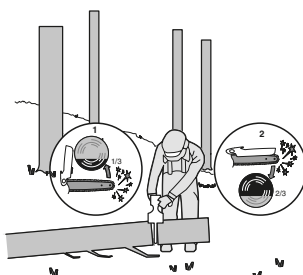

Figura 3
Quando o tronco estiver apoiado numa extremidade, conforme ilustrado na Figura 3, corte 1/3 de diâmetro da parte inferior (corte inferior) (1). De seguida, realize o corte final através do corte superior para ir ao encontro do primeiro corte (2).